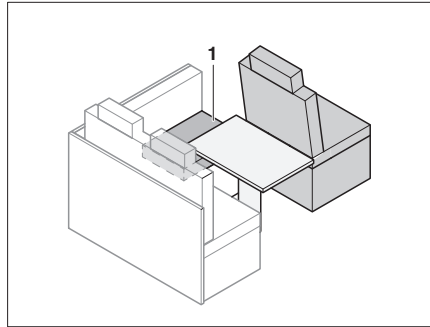

Bild 189 Vor dem Umbau
- Sitzpolster (Bild 189,1) zur Seite legen.